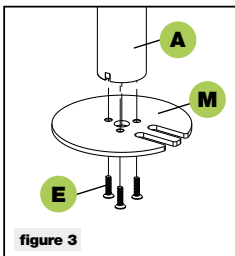

figure 3
1. Install the grommet base plate (m) to the pole (a) using 3pcs 5x14 bolts (e) and tighten using the Allen key (o), see figure 3
1. Die Scheibe (m) mit den 3 Schrauben 5x14 (e) am Rohr (a) befestigen und mit dem Inbusschlüssel (o) festziehen, wie in Abbildung 3 gezeigt.
1. Monter la plaque (m) sur le tube (a) en utilisant 3 vis 5x14 (e) puis les serrer à l'aide de la clé Allen (o), conformément à la figure 3.
1. Instalar la placa (m) en el tubo (a) usando 3 tornillos 5x14 (e) y apretarlos con la llave Allen (o), como en la ilustración 3.
1. Zamontować płytkę (m) na rurę (a) za pomocą 3 śrub 5x14 (e) i dokręcić je kluczem imbusowym (o), jak na rys. 3.